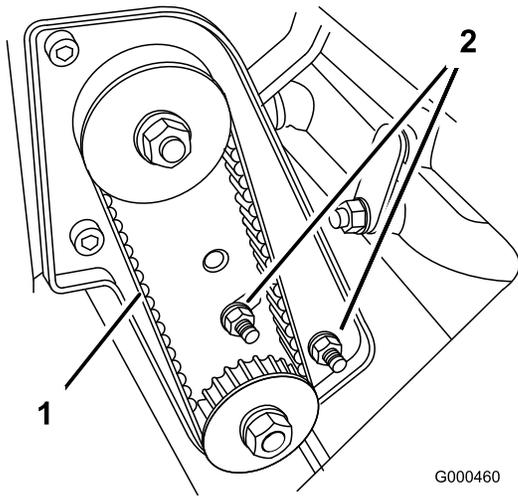

図 36
- A. ベアリング・ハウジング取り付けナットをゆるめる (図 36)。
C. ベアリング・ハウジング取り付けナットを締め付ける (図 36)。ベルトを締め付けすぎないように注意する。